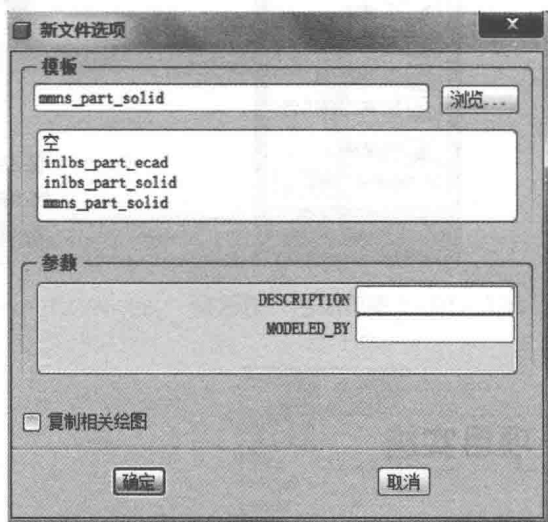

图 1-23 “新文件选项”对话框
② 接受系统默认“零件”类型和“实体”子类型，在“名称”文本框中将“prt0001”更改为“Dwx”，不勾选“使用缺省模板”。
③ 单击 **确定**，在弹出的如图 1-23 所示的“新文件选项”对话框中选择 mmns\_part\_sol-id，将英制单位改为公制单位；单击 **确定** 进入三维实体建模环境。